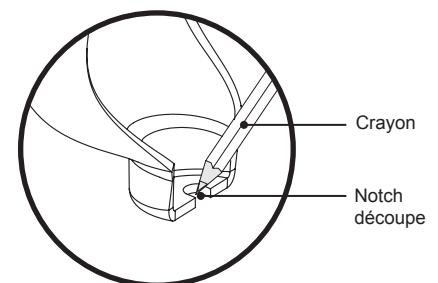

Figure 9. Montage Mark Hole
- En utilisant un crayon, marquer sur le terrain où la découpe encoche est à l'intérieur de chaque boule et de pied de griffe (Figure 9). Ce sera le cas le trou de montage seront forés dans le sol. Répétez cette étape pour les autres sites.